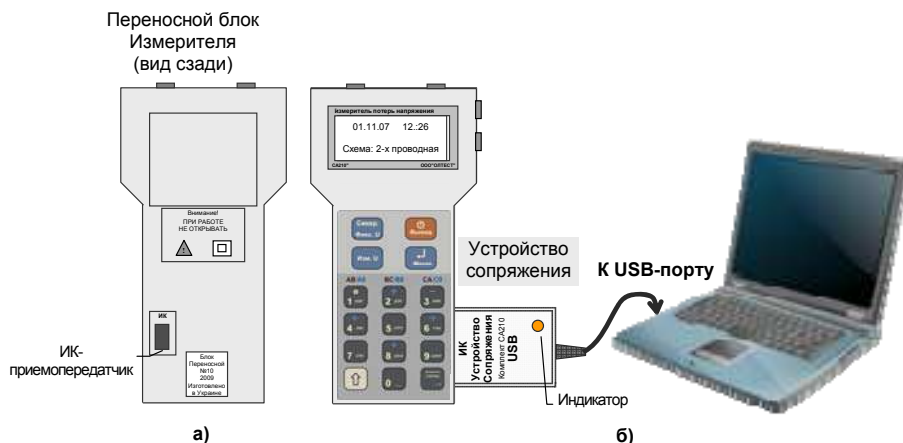

Рисунок 6.13 Подключение переносного блока Измерителя к ПК
- 2) Подключить Устройство сопряжения к Измерителю с помощью инфракрасного канала (рисунок 6.13 а), для чего расположить Устройство сопряжения под ИК-приемопередатчиком Измерителя (рисунок 6.13,б).